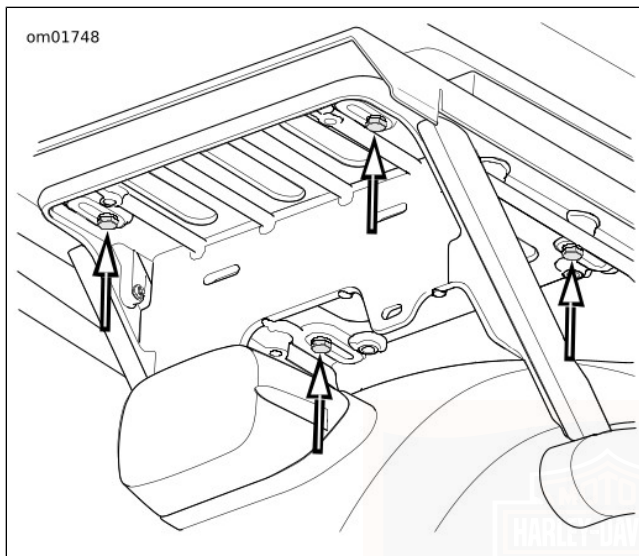

Figura 39. Parafusos da consola do Tour-Pak (modelos APC)
1. Ver Figura 39. Desapertar os quatro parafusos que fixam a consola do Tour-Pak ao suporte.